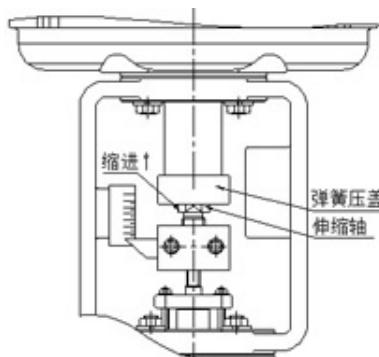
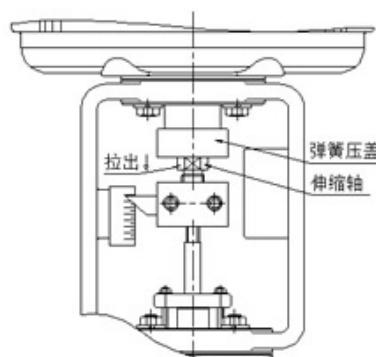

图 3-4-1
图 3-4-2
- a) 下限位开关的定位：用手动摇柄将阀位调整到全关位置，继续摇动手柄，执行器的伸缩轴会被压入弹簧压盖，如图 3-4-1。当压入 2-3mm 时，将下限位开关置于被触发状态并固定凸轮。（下限位开关被触发后，应确保伸缩轴仍然有一定的压缩余量，否则限位开关将失去保护作用。）
**b) 上限位开关的定位:** 用手动摇柄将阀位调整到全开位置, 将上限位开关置于被触发状态并固定凸轮。若是三通调节阀, 行程两端都应密封, 开阀端也要求弹簧压缩。继续摇动手柄, 伸缩轴被拉出弹簧压盖, 如图 3-4-2。当拉出 2-3mm 时, 将上限位开关置于被触发状态并固定凸轮。(上限位开关被触发后, 同样应确保伸缩轴仍然有一定的伸出余量。)
**c) 调节阀的零点与行程设定:** 根据后面菜单说明的相关章节, 并参考图 3-4-1 和图 3-4-2, 调整调节阀的零位和行程。